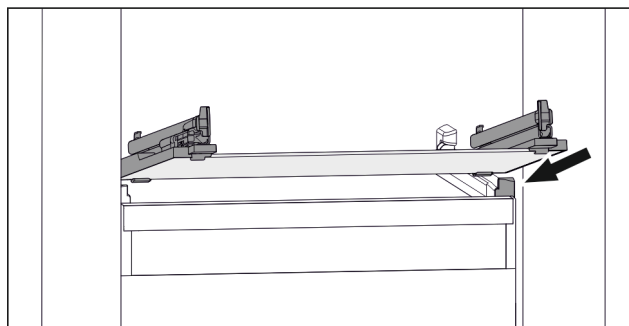

Fig. 107 Reprezentare exemplificativă a plăcii de sticlă
- ▶ Așezați placa de sticlă oblic în spatele opritoarelor. (vezi Fig. 107)